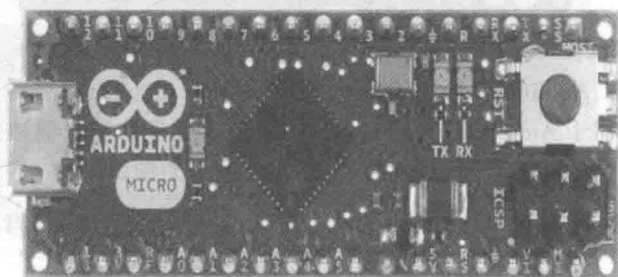

图 1-5 Arduino Micro
(5) Arduino Micro (见图 1-5)。Arduino Micro 开发板是由 Arduino 与 Adafruit 联合开发的板卡。板卡配有 20 路输入/输出引脚 (其中 7 路可用于 PWM 输出, 12 路用于模拟输入)、1 个 16MHz 晶体振荡器、1 个微型 USB 接口、1 个 ICSP 接头和 1 个复位按钮。